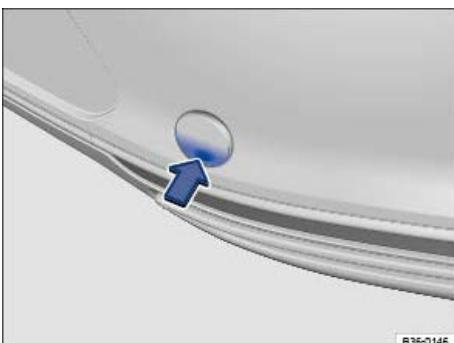

Abb. 319 Im Stoßfänger hinten rechts: Abdeckung entfernen.
Die Aufnahme für die einschraubbare Abschleppöse befindet sich hinten rechts im Stoßfänger hinter einer Abdeckung ⇒ Abb. 319 . Bei *Fahrzeugen mit werkseitiger Anhängevorrichtung* befindet sich hinter der Abdeckung **keine** Aufnahme für die einschraubbare Abschleppöse. Zum Abschleppen Kugelkopf herausschwenken bzw. montieren und verwenden ⇒ Anhängerbetrieb , ⇒ .
- Auf den unteren Bereich der Abdeckung ⇒ Abb. 319 in Pfeilrichtung drücken, um die Verrastung der Abdeckung zu lösen.